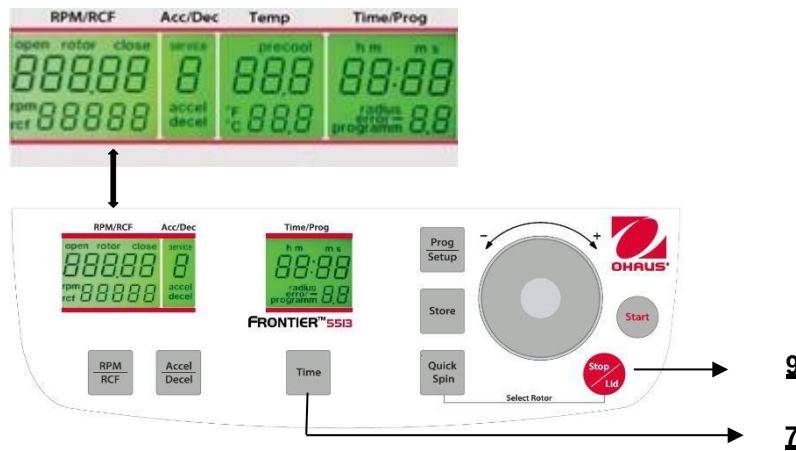

Figura. 28
Cuando la centrífuga está apagada, presione al mismo tiempo los botones "Time"(7) y "Stop/Lid" (9) y encienda el interruptor principal de la centrífuga. Ahora suelte ambos botones y como resultado se ejecuta una prueba de pantalla durante aproximadamente 5 segundos. Todos los indicadores aparecerán al mismo tiempo (vea la Figura 28).